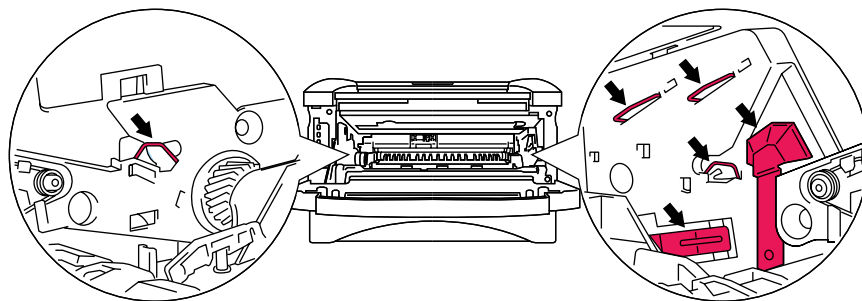

Figura 5-15
- Para evitar uma descarga de electricidade estática, não toque nos eléctrodos apresentados na Figura 5-15.